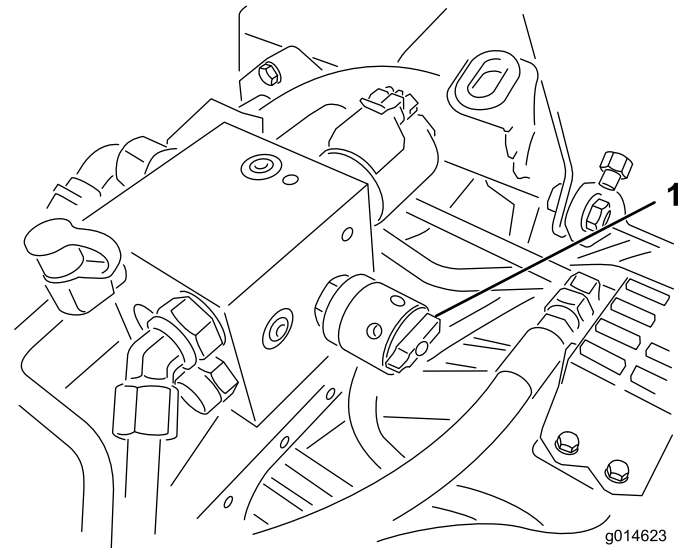

Figura 58
6. Gire el control de velocidad del molinete a la posición 1 (Figura 58).
4. Ajuste la velocidad de los molinetes girando el pomo (Figura 58) hasta que las flechas estén alineadas con el número determinado en el paso 3.